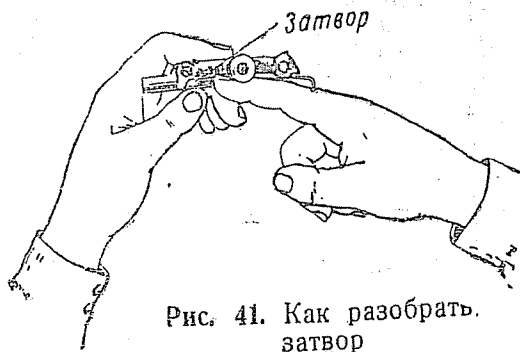

Рис. 41. Как разобрать затвор
8. Удерживая затвор в левой руке, надавить указательным пальцем правой руки на пробку ударника, как показано на рис. 41, и повернуть ее влево так, чтобы поперечная прорезь в пробке стала горизонтально. При этом пробка ударника, ударник и пружина ударника отделятся от затвора.